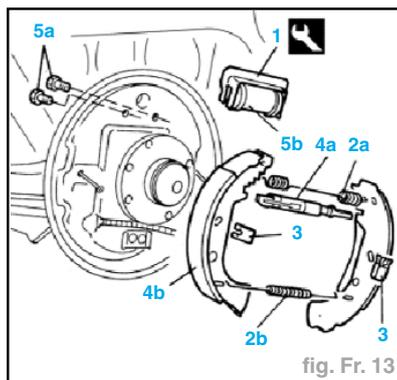

fig. Fr. 13
- Positionner l'outil (réf. 1.872.257.000) sur le cylindre de commande des mâchoires (1) (fig. Fr. 13).
- Retirer les agrafes de retenue des mâchoires des freins AR (3).
- Dévisser les vis de fixation (5a) et retirer le cylindre de commande des mâchoires (5b) (fig. Fr. 13).